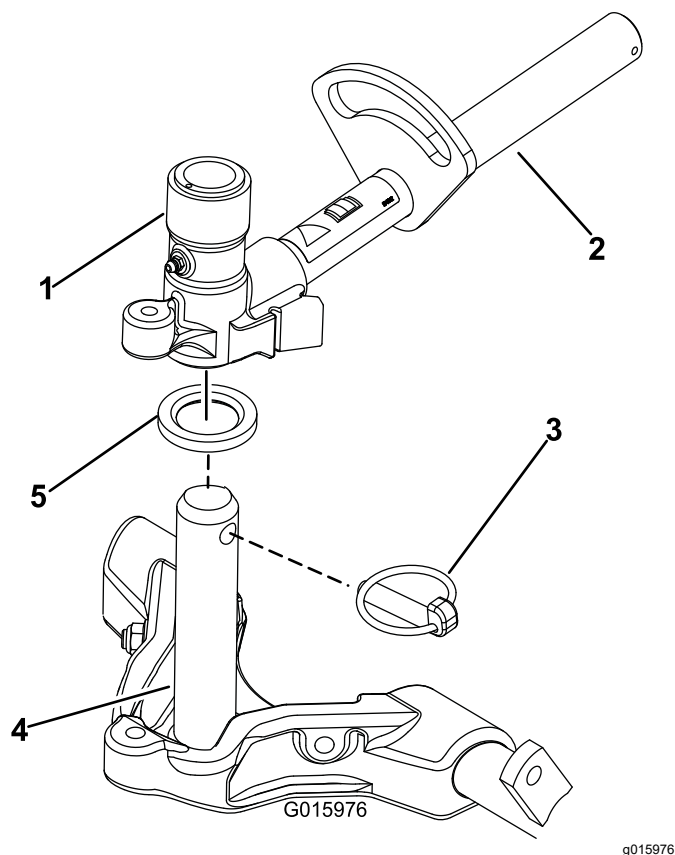

Figura 16
9. Revista o veio da estrutura de suporte com massa lubrificante limpa (Figura 16).
10. Nas unidades de corte dianteiras, faça deslizar uma unidade de corte sob o braço de elevação enquanto insere o veio da estrutura de suporte para cima para dentro da forquilha da articulação do braço de elevação (Figura 16). Certifique-se de que a anilha de encosto está no sítio no veio da estrutura de suporte.
11. Prenda o veio da estrutura de suporte à forquilha do braço de elevação com o pino de sujeição (Figura 16).
- B. Insira a forquilha do braço de elevação no veio da estrutura de suporte (Figura 16).